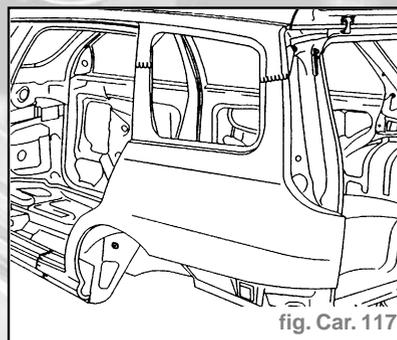

fig. Car. 117
- Avec la soudeuse à fil continu, effectuer la soudure des montants et du bas de caisse en procédant par points de chaînette pour ne pas déformer les tôles (fig. Car. 117).